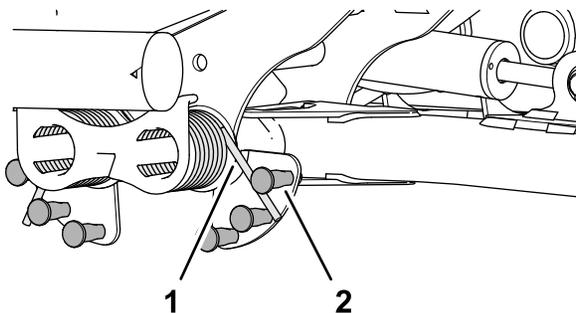

Figura 91
2. Inserite l'estremità lunga della molla di contrappeso in un tubo o in un oggetto simile e orientate la molla attorno al perno di spallamento nella posizione desiderata (Figura 91).